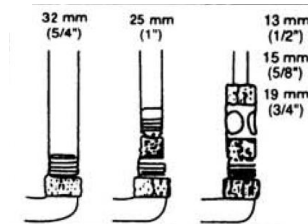

Fig. 2
2. Inserire il tubo di scarico sulla parte del raccordo corrispondente al diametro interno del tubo (Fig.2).